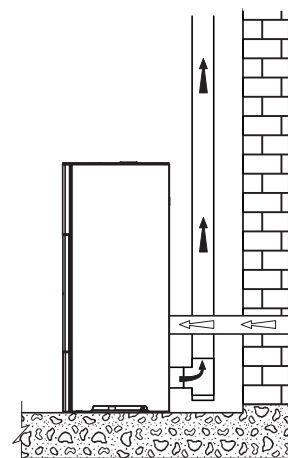

Fig. 5.6
- relier l'entrée de l'air comburant du poêle à la bouche d'air avec un conduit prévu à cet effet (Fig. 5.6).